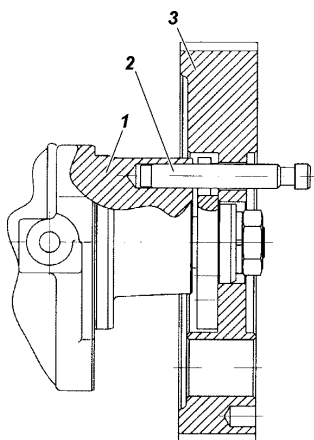

Рис. 9.37. Фиксация шкива ТНВД штифтом:
6. Зафиксировать шкив ТНВД с помощью штифто-центратора ТНВД 3М 6999-4119, как показано на рис. 9.37, при необходимости совместив отверстие в корпусе ТНВД с пазом ступицы шкива ТНВД.